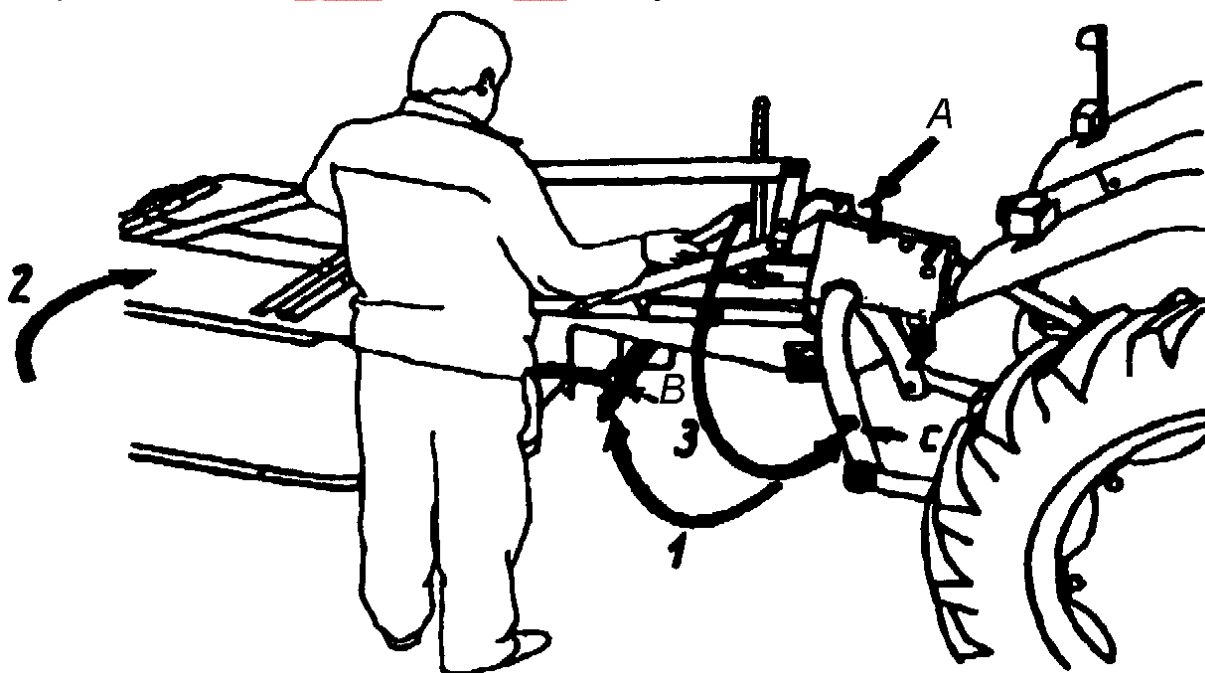

Рис. 10. Переключение косилки в транспортное положение
- 2) повернуть шарнирную балку и главную раму назад, вдоль оси трактора (Рис. 10); для этого – если перед этим косилка находилась в рабочем положении - нужно:
- 2) установить шарнирную балку и главную раму, повернутую перпендикулярно к оси трактора, выполняя для этого действия в очередности, обратной той, которая указана в п. 0. и показана на Рис. 10:
### **Регулировка высоты скашивания (рис. 10)**